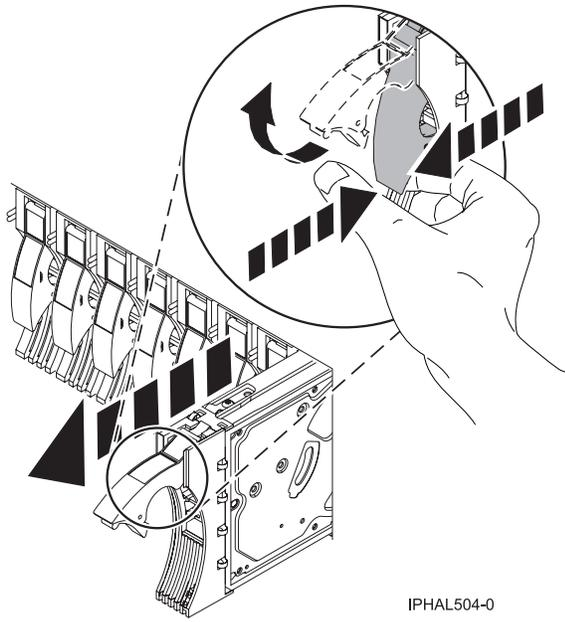

Figure 48. Retrait d'une unité de disques d'un modèle ou 11D/20
- Appuyez sur la poignée de l'unité de disques et tirez-la vers vous pour retirer l'unité de disques (voir figure 48, à la page 61). Si la poignée n'est pas complètement sortie, vous ne pouvez pas retirer l'unité de disques de l'unité centrale ou de l'unité d'extension.